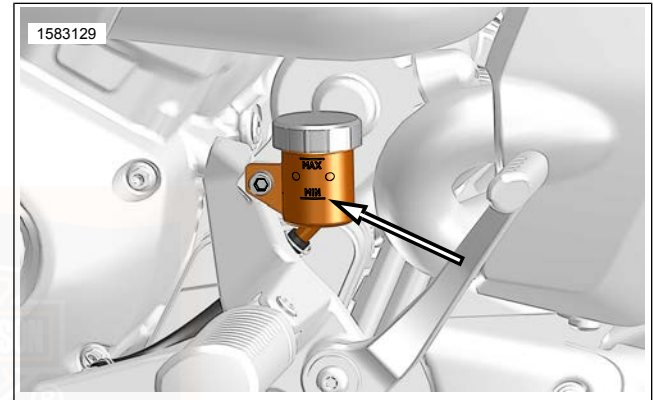
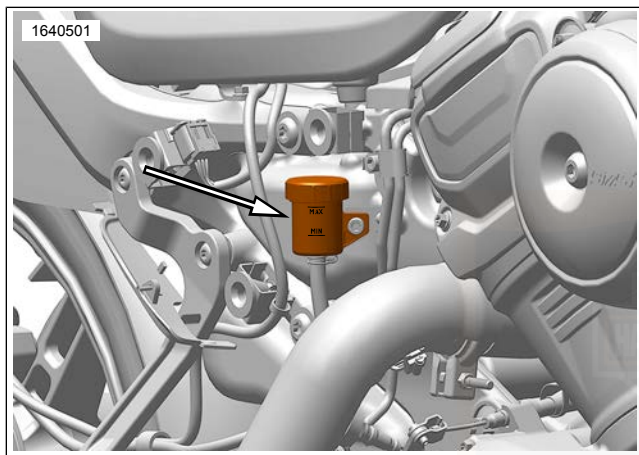

Abbildung 62. MIN-Markierung am Hinterradhauptbremszylinderbehälter (1250 Modelle typisch)
Abbildung 63. MIN-Markierung am Hinterradhauptbremszylinderbehälter (typisch für 975 Modelle)
4. **Hinten:** Siehe Abbildung 62 oder Abbildung 63 . Den Füllstand im Hinterradbremssflüssigkeitsbehälter prüfen. Füllstand muss über der Mindestmarkierung am Schauglas liegen.